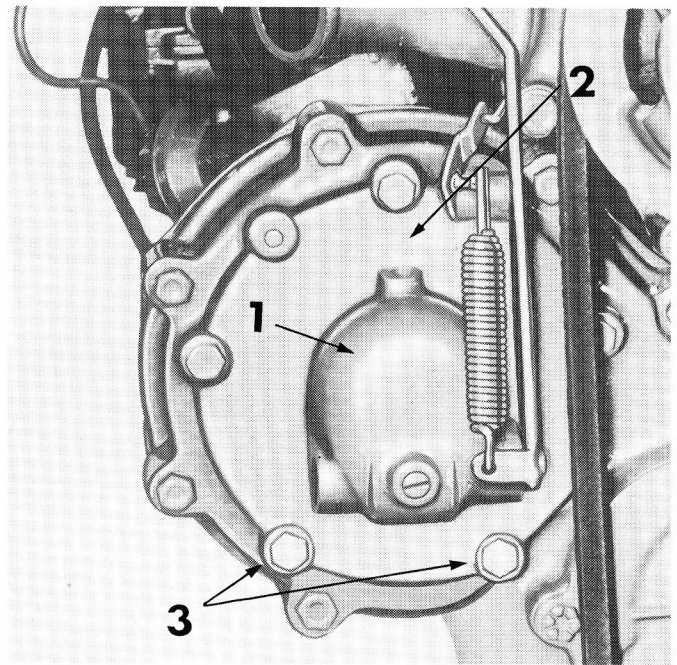

FIGURE 34 : Carter du régulateur de moteur à essence — 1 = Carter de régulateur, 2 = Couvercle avant, 3 = Boulons de fixation.
Le régulateur du moteur à essence est logé sous le couvercle avant, Figure 34. Une timonerie relie le régulateur au carburateur. Toutes les interventions concernant le régulateur peuvent être effectuées sur le tracteur, à l'exception de la dépose du pignon d'entraînement. L'ouverture du couvercle de régulateur n'est pas assez grande pour permettre cette opération.
1. Débrancher la timonerie sur le carter de régulateur (Figure 34).
2. Extraire les boulons fixant le carter de régulateur sur le couvercle avant, et faire levier pour déposer le carter de régulateur (Figure 34). Rebuter le vieux joint.